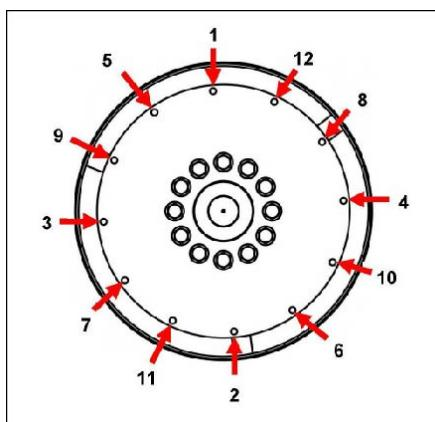

图 11. 固定顺序
- 拆下校准销。使用头下方的大尺寸垫圈，安装耦合螺栓。按照所示顺序拧紧螺栓以将耦合盘固定到飞轮上。图 11 位于页面目录 20。